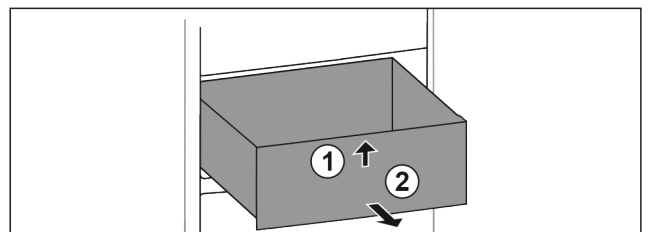

Fig. 91
- Sollevare il cassetto dal davanti. Fig. 91 (1)
- Rimuovere il cassetto tirandolo in avanti. Fig. 91 (2)